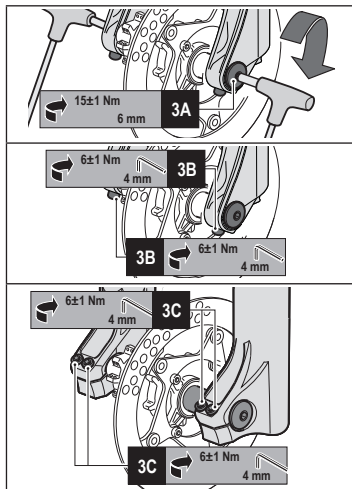

Abbildung 3 - ø20mm Steckachse: Laufradbefestigung
- Die Mitte des Rads mit den beiden Radachsen ausrichten (siehe **3A in Abbildung 3**).
- Die Radachse durch die rechte Radaufnahme, das Rad und die linke Radaufnahme schieben (siehe **3A in Abbildung 3**).
- Die Radachse mit dem vorgesehenen Moment ($15\pm 1\text{Nm}$) anziehen, dazu mit zwei 6mm-Inbusschlüssel an der Bolzenkappe drehen (siehe **3A in Abbildung 3**).
- Bei der DIRT JUMPER Serie muss die Schraube, die sich an jeder Achsaufnahme befindet, mit dem empfohlenen Drehmoment ($6\pm 1\text{Nm}$) mit Hilfe eines 4mm Inbusschlüssel (siehe **3B in Abbildung 3**) angezogen werden.
- Bei der 888 Serie muss die Schraube, die sich an jeder Achsaufnahme befindet, mit dem empfohlenen Drehmoment ($6\pm 1\text{Nm}$) in der Reihenfolge "1-2-1" mit Hilfe eines 4mm Inbusschlüssel (siehe **3C in Abbildung 3**) angezogen werden.